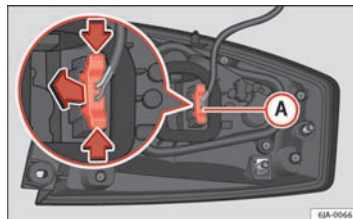

Fig. 157 Lygtestik bag på baglygten
- Løsn stikket A ⇒ Fig. 157 til lygten ved at trykke på tappene i siden (pile), og træk stikket ud.